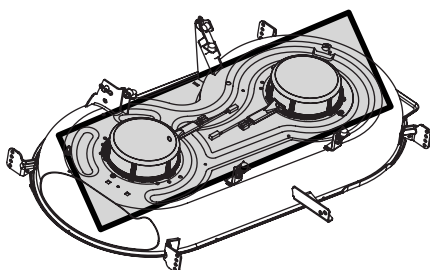

Figura 15
- Limpie la parte superior de la plataforma del tractor. Consulte la Figura 15.